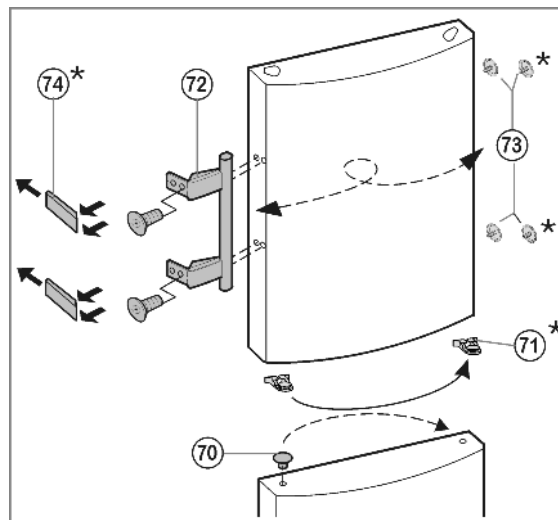

Fig. 10
- ▶ Na spodních dveřích: Zátky Fig. 10 (70) vyjměte z pouzdra ložisek dvířek a přemístěte je.
- ▶ Na obou dveřích: Madlo dveří Fig. 10 (72), zátky Fig. 10 (73) a krycí destičky\* Fig. 10 (74) odmontujte a přemontujte na protější stranu.